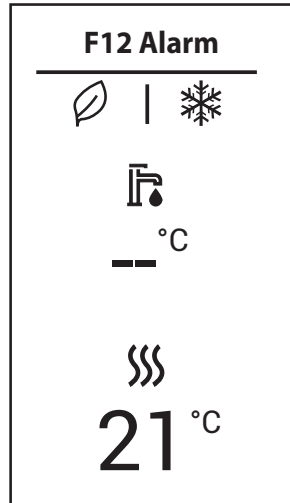

fig. 6
**Anomalía de tipo mensaje (fig. 6):** La anomalía no afecta el funcionamiento de la caldera. El mensaje desaparece una vez solucionado el problema.